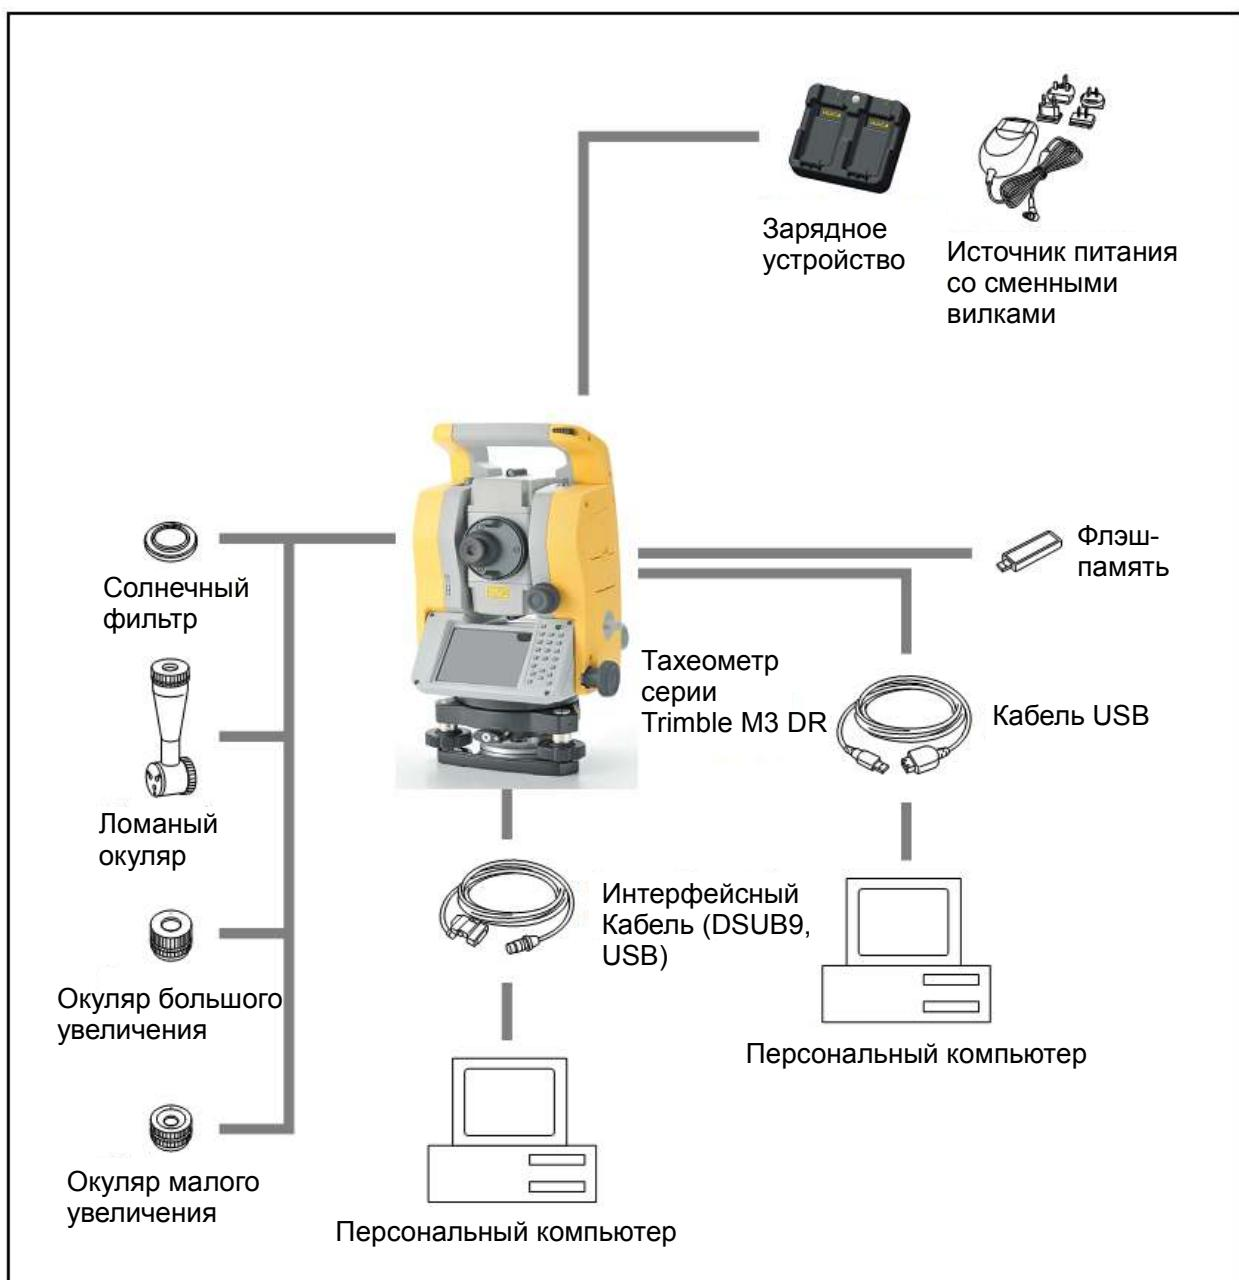

Рисунок 6.1 Инструмент
**ПРЕДУПРЕЖДЕНИЕ:** использование разъёма для целей, отличных от указанных на рис. 6.1 (стр. 60) производится под Вашу ответственность.